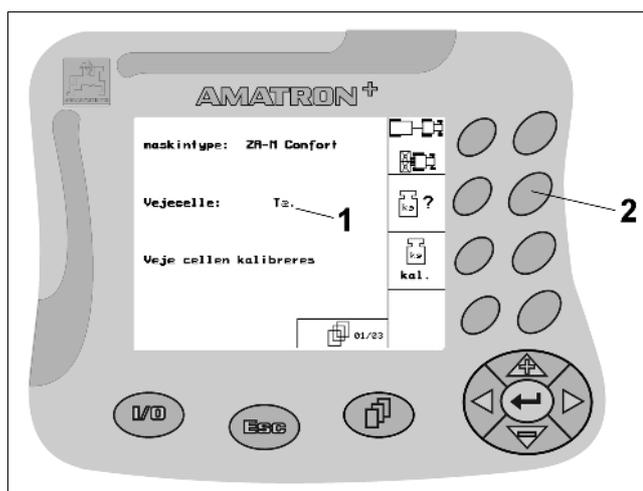

Fig. 15
- Funktionstasten (Fig. 15/2) aktiveres med et enkelt tryk
→ Funktion **Tænd** (Fig. 15/1).